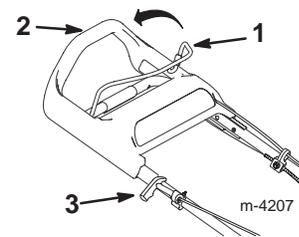

Abbildung 12
- Den Schnittmesserbetätigungsbügel gegen die obere Griffstange halten (Abb. 12).
- Leicht am Startergriff ziehen, bis Widerstand gespürt wird. Dann kräftig ziehen (Abb. 12).